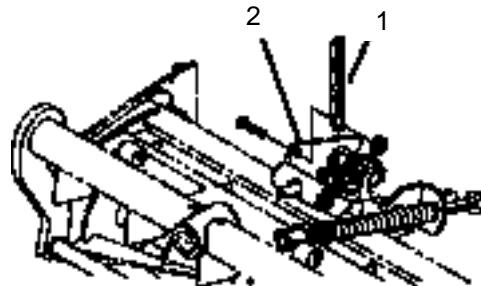

図5
12. ターフ補正スプリングのブラケットをCuttingユニット・スタビライザの耳に止めているナットを外す (図5)。チェーンをキャップスクリュに通し、外したナットで固定する。